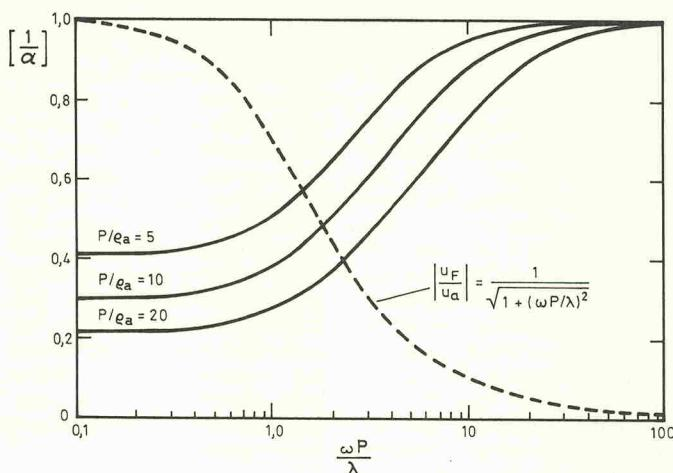

Bild 1. Der Einfluß von Faserwatte auf die Schallgeschwindigkeit.
Das Verhältnis der Schallgeschwindigkeit in faseriger Watte zur Schallgeschwindigkeit in freier Luft ist  $1/\alpha$ . Das wird in Bild 1 gezeigt. Die Werte wurden aus Gleichung (4a) berechnet für verschiedene Packungs-dichtenverhältnisse  $P/\rho_a$  und aufgetragen über dem dimensionslosen Frequenzparameter  $\omega P/\lambda$ . Der Graph zeigt ebenfalls das Verhältnis der Faser/Luft-Geschwindigkeit, die aus Gleichung (5) berechnet wurden. Die gezeigten Ergebnisse machen quantitativ die Wirkung deutlich, die eine Faserwatte auf die Schallgeschwindigkeit bei verschiedener Packungs-dichte hat. Es wird auch deutlich, wie die Fasern und die Luft miteinander bei niedrigen Frequenzen verkoppelt werden und bei hohen Frequenzen die Kopplung verliert.